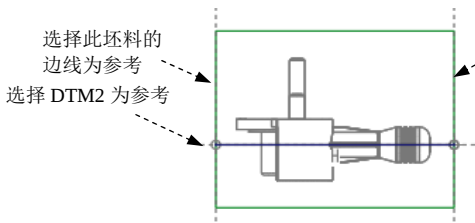
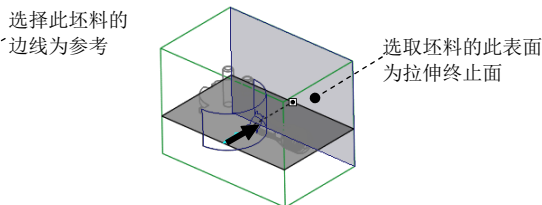

图 10.14 截面草图
图 10.15 选取拉伸终止面
(4) 绘制截面草图。
① 选取图 10.14 所示的坯料的边线为草绘参考。
② 在模型树中选择  **层树 (L)** 命令，然后依次单击 ▾  DATUM   在 HANDLE-BODY_MOLD_REF.PRT 中  DTM2:F1 (外部合并) 为草绘参考。
③ 选取图 10.14 所示的边线为草绘参考，然后在“参考”对话框中单击 **关闭 (C)** 按钮，绘制图 10.14 所示的截面草图（截面草图为一条线段）；完成截面的绘制后，单击“草绘”操控板中的“确定”按钮 。
(5) 设置深度选项。
① 在操控板中选取深度类型 （到选定的）。
② 将模型调整到图 10.15 所示的视图方位，选取图中所示的坯料表面为拉伸终止面。
③ 在操控板中单击  按钮，完成特征的创建。在模型树中选择  **模型树 (M)** 命令。